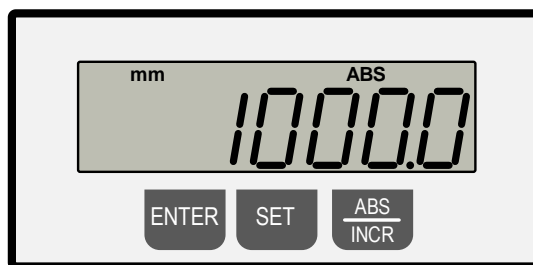

Figure 71 : exemple de mesure de référence enregistrée
- Appuyer simultanément sur **ENTER + SET** et les maintenir enfoncés → La mesure de référence enregistrée s'affiche. Dans notre exemple, il s'agit de la valeur « **1000,0 mm** » (voir ⇒ Figure 71).
- Le réglage est terminé (voir ⇒ Figure 71).